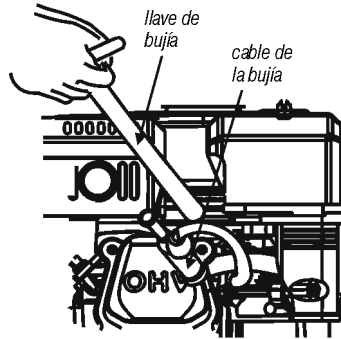

Fig. 14 – Retirando la bujía
- 4 – Con auxilio de una llave de bujía (no acompaña), retire la bujía (fig. 14);